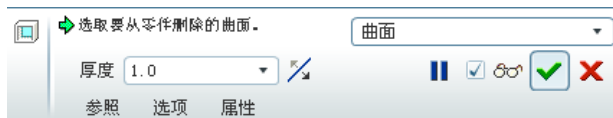

图 5.17.2 “壳”特征操控板
Step3. 选取抽壳时要去除的实体表面。此时，系统弹出图 5.17.2 所示的“壳”特征操控板，并且在信息区提示 选取要从零件删除的曲面，选取图 5.17.1a 中的要去除的曲面。